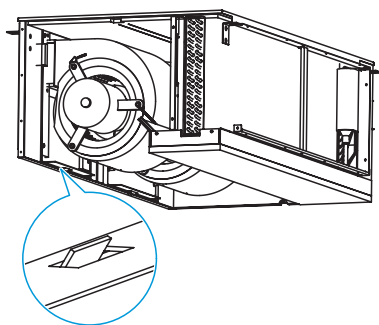

Рис. 12.9
- 3) Как только отверстие в обшивке вентилятора окажется выше штифта на передней панели, переместите узел так, чтобы штифт прошел через отверстие. (Рис. 12.9)